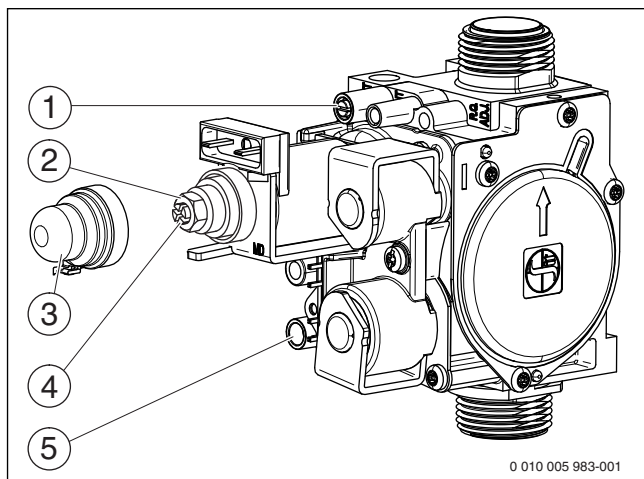

Рис. 31 Газовая арматура
- ▶ Отверните уплотнительный винт штуцера измерения давления на форсунках (рис. 31, [1]) и подсоедините U-образный манометр.
- ▶ Снимите крышку (рис. 31, [3]).
- ▶ Значение «max» давления (мбар) на форсунках приведено в таб. на стр. 35. Установите давление на форсунках регулировочным винтом максимального расхода газа (рис. 31, [2]). Поворот направо - больше газа, поворот налево - меньше газа.
- ▶ Значение «min» давления (мбар) на форсунках приведено в таб. на стр. 35. Установите давление на форсунках регулировочным винтом минимального расхода газа (рис. 31, [4]).
- ▶ Выключите котёл и закройте газовый кран, отсоедините U-образный манометр и заверните уплотнительный винт (рис. 31, [1]).
- ▶ Отверните уплотнительный винт на штуцере измерения подаваемого давления газа (рис. 31, [5]) и подсоедините манометр.
- ▶ Установите и опломбируйте крышку (рис. 31, [3]).
- ▶ Снимите заглушку с измерительного штуцера дымовых газов (→ рис. 31, [1]).